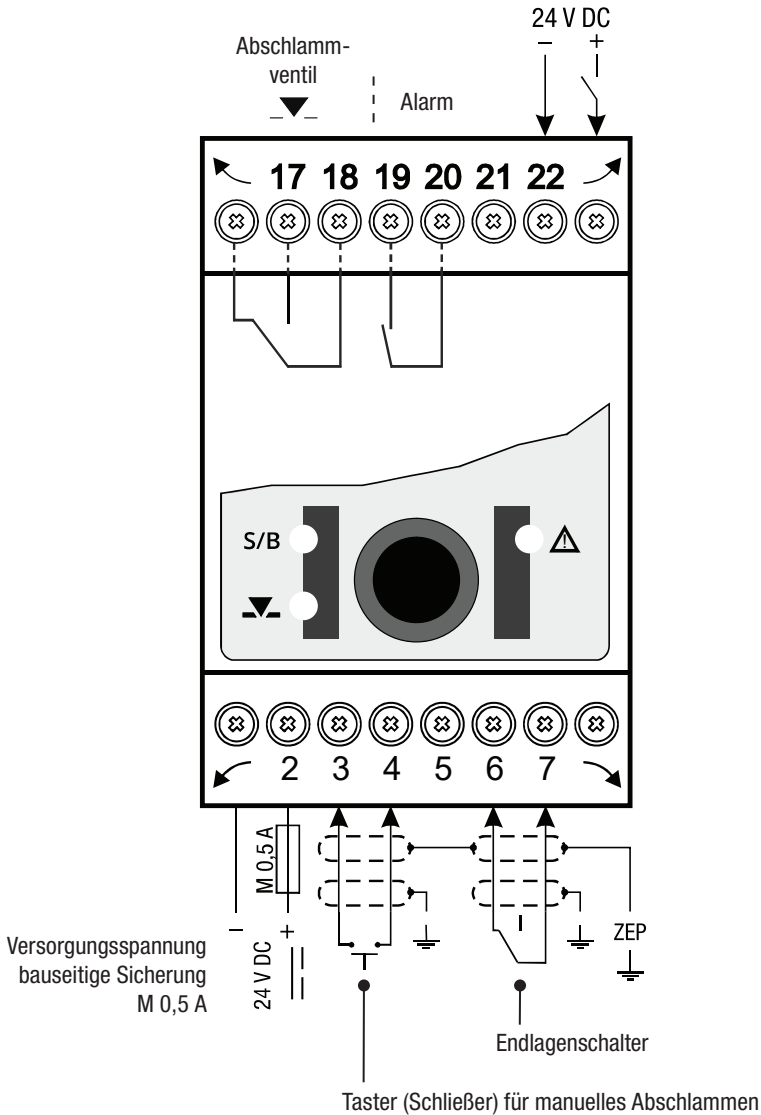

Fig. 4
- Schließen Sie den Abschlämm-Timer und alle zugehörigen Komponenten gemäß dem Anschlussplan Fig. 4 in dieser Anleitung an.
- Schließen Sie die Ausgänge gemäß dem Anschlussplan Fig. 4 an. Das Alarmrelais ist im fehlerfreien Fall geschlossen. Der Anschlussplan zeigt den spannungsfreien Zustand.